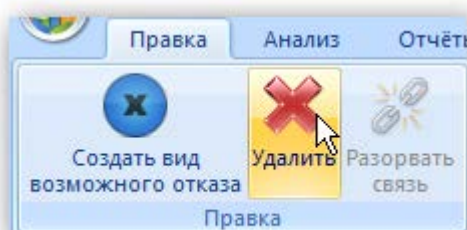

Рис. 10-311 – Кнопка «Удалить» панели «Правка»
- 2) В рабочем окне «Анализ отказов – ЛСИ» выбрать ФИ или его систему (1 на рис. 10-311).
- 3) Выбрать функцию или ФО в рабочем окне «Функции для ..» для выбранного элемента ЛСИ (2 на рис. 10-311).
- 4) Перейти в рабочее окно «Виды возможных функциональных отказов» для выбранной функции (3 на рис. 10-311).
5) Нажать кнопку «Создать вид возможного отказа» панели «Правка» (4 на рис. 10-311).